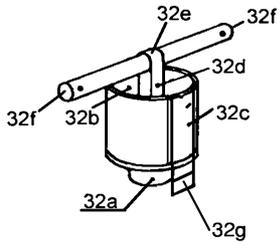

Abbildung 2
**Bauteilgruppe 32** (E-Mess-Stand, 32 - 32g) auf Bogen 1b, siehe Abbildung 2